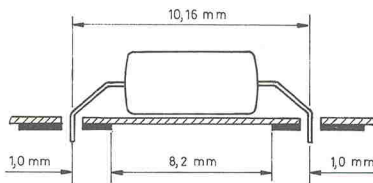

Bild 3. Durch ein geschicktes Verbiegen der Anschlußbeine des Optokopplers kann man die Minimalwerte von L(ICP) und L(CL) erreichen.
Die naheliegendste, jedoch nicht sehr ansprechende Lösung ist in Bild 3 dargestellt. Durch das Verbiegen der Anschlußbeinchen des Kopplers kann man den Abstand zwischen den beiden Pin-Reihen auf 10,16 mm vergrößern. Natürlich muß dann auch das Layout der Leiterplatte an diesen (Raster-)Abstand angepaßt werden. Bei Verwendung von Lötäugen mit 2 mm Durchmesser (die in der Praxis die minimal vertretbare Größe bei einer 0,8-mm-Bohrung darstellen) werden L(CL) und L(ICP) auf